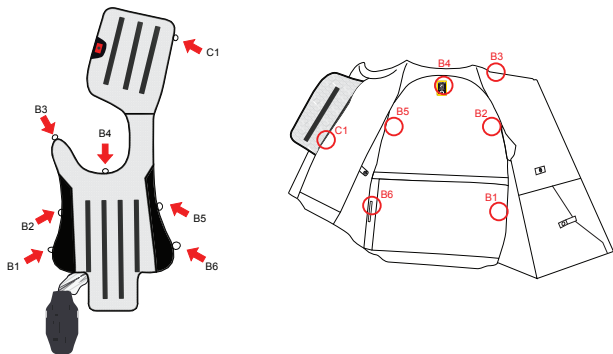

図14
4. 接続クリップをすべて開いてエアバッグをベストから取り外します。クリップは 図14 に示すように配置されている。